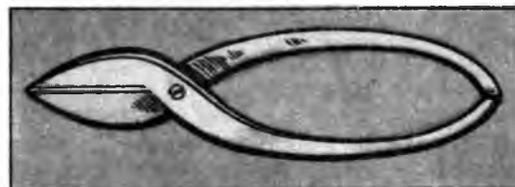
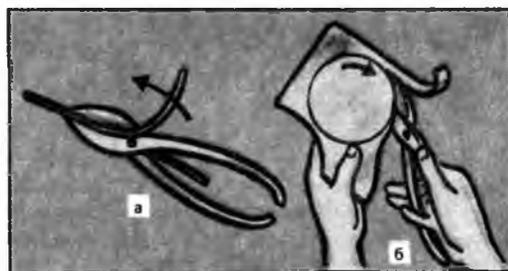

Рис. 6
Рис. 7
**Резка листового металла.** Листовой металл толщиной до 1 мм режут ножницами по металлу (рис. 6). Этот процесс имеет некоторые особенности: при резании лист подаем левой рукой, слегка отгибая его вверх (рис. 7,а). Ножницы раскрываем не очень сильно, чтобы они захватывали лист, а не выталкивали его. В процессе резки линия разметки должна всегда быть в поле нашего зрения (рис. 7,б).